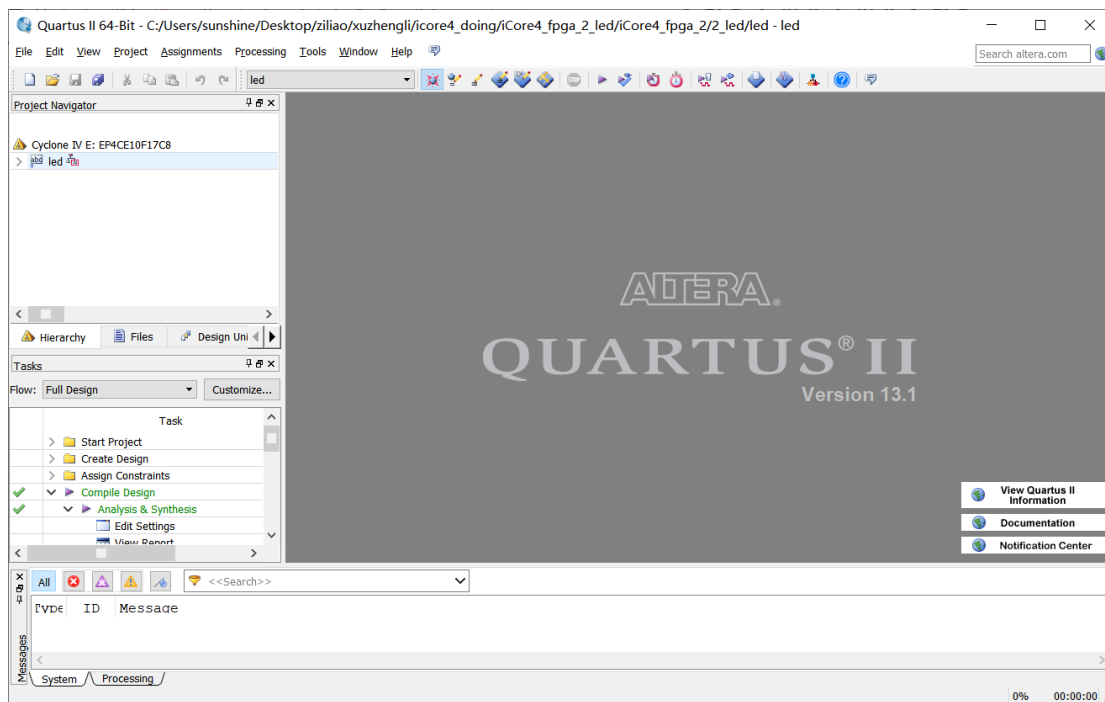

图 1-10
9、回到软件主界面可以看到新建的工程已经显示在左边列表中，如图 1-10 所示。